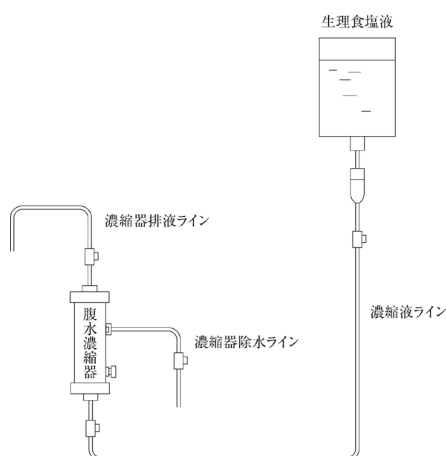

図 2 洗浄・充填（プライミング）時回路図（落差法）
- (1) 本品の中空糸内側を生理食塩液で洗浄する。
- ① イルリガートル台に生理食塩液バッグを吊り下げる。
- ② 図 2 のように本品と回路を組立て、すべてのクランプが閉じた状態で、濃縮液ラインに生理食塩液バッグを接続する。
- ③ 濃縮液ラインのローラーランプ、本品排液ラインのローラーランプを開け、濃縮液ラインから生理食塩液を流す。本品の中空糸内側を生理食塩液で置換しながら、本品排液ラインから約 1,000 mL 廃液する。
- ④ 廃液後、濃縮液ラインのローラークランプ、本品排液ラインのローラークランプを閉じる。
- (2) 本品の中空糸外側を生理食塩液で洗浄する。
- ① 濃縮液ラインのローラークランプと本品除水ラインのローラークランプを開け、濃縮液ラインから生理食塩液を流す。本品の中空糸外側を生理食塩液で置換しながら、本品除水ラインから約 500 mL 廃液する。
- ② 廃液後、濃縮液ラインのローラークランプと本品除水ラインのローラークランプを閉じる。
- (3) ヘパリン加生理食塩液で本品及び回路を置換する。
- ① 濃縮液ラインにヘパリン加生理食塩液バッグを接続する。
- ② 濃縮液ラインのローラークランプ、本品排液ラインのローラークランプを開け濃縮液ラインからヘパリン加生理食塩液を流す。本品の中空糸内側を置換しながら、本品排液ラインから約 1,000 mL 廃液する。
- ③ 廃液後、濃縮液ラインのローラークランプ、本品排液ラインのローラークランプを閉じる。